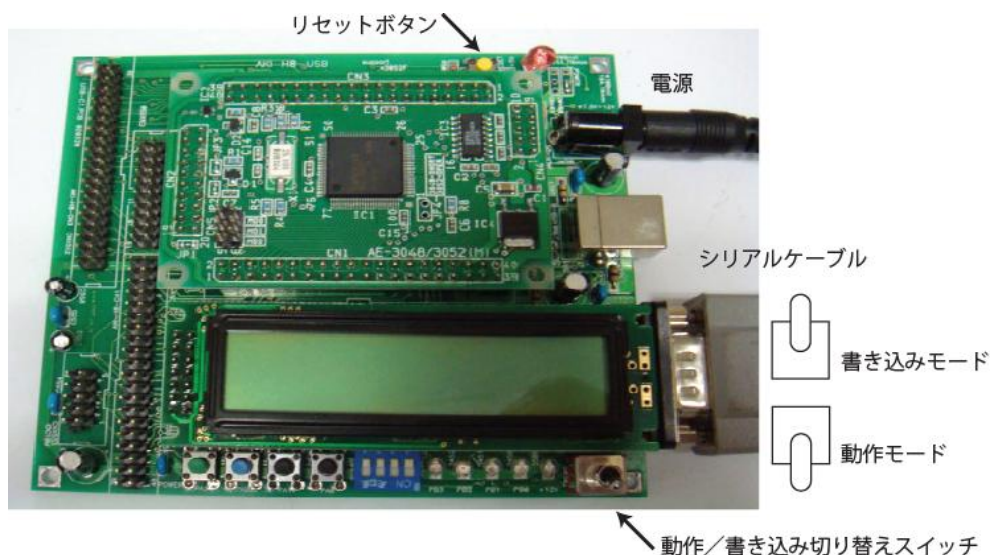

図 7 動作/書き込みモード切り替えとリセットボタン
#### (2) H8 マイコンの準備 (図 7)
#### (4) H8 マイコンの駆動 (図 7)